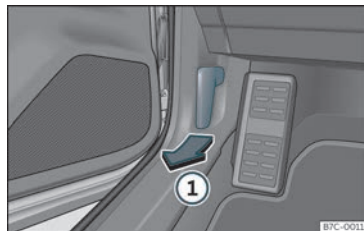

Fig. 255 Pánca de desbloqueo no espazo repousapés do condutor.
- Abra a porta e puxe da panca que hai de baixo do taboleiro de instrumentos >>> **fig. 255 ①**.